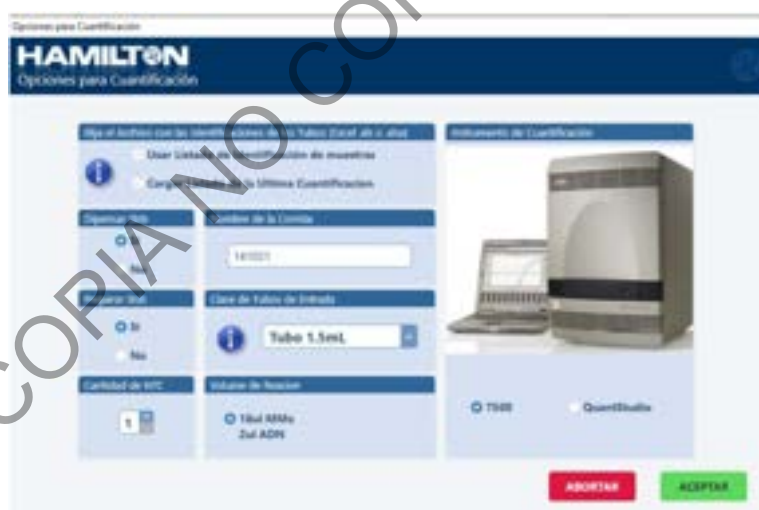

Figura 34. Menú de configuración para Cuantificación.
8. Una vez que se seleccione el menú de Quantification se deberá seleccionar el método de trabajo a utilizar: (ver figura 34)